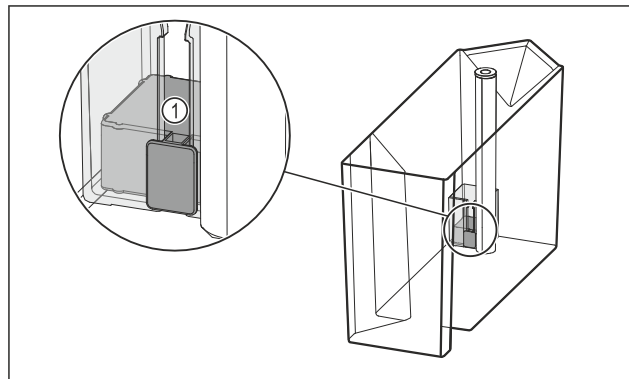

Fig. 98
- Prüfen, ob der Schwimmer Fig. 98 (1) verklemmt ist. Wenn Schwimmer verklemmt ist: